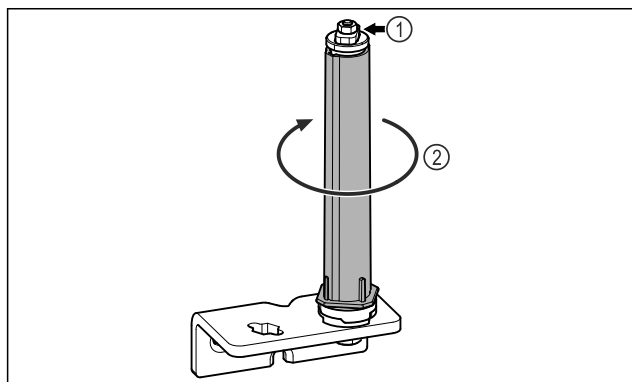

Fig. 18
- ▶ Ne razstavite sistema za zaklepanje vrat Fig. 18 (1).
- ▶ Obračajte zaporni sistem Fig. 18 (2), dokler ne klikne.